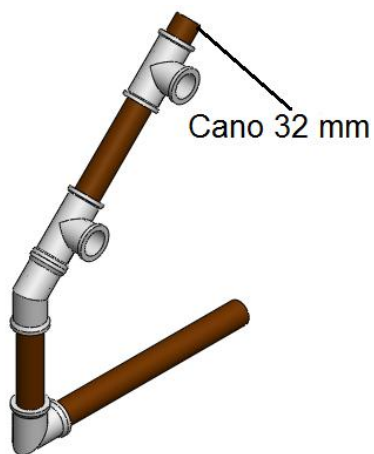

Figura 10. Passo 7 - Esquema de Montagem
- Passo 7: Acrescente um cano de 32 mm ao conjunto formado no passo anterior, como mostrado na figura 10 (2 unidades);